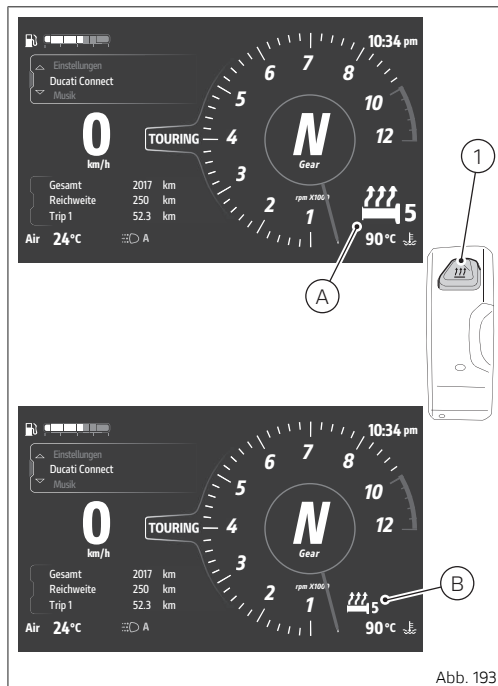

Abb. 193
Auf das Drücken der Taste (1, Abb. 193 S.216) öffnet sich die entsprechende Anzeige der Heizstufen der Lenkergriffe (I) und der Fahrersitzbank (J). Beim Öffnen dieser Anzeige ist die Angabe für die Wahl der Stufe der
- Zum Aktivieren der spezifischen Anzeige die Taste (1, Abb. 193 S.216) drücken.
Wurden sowohl die beheizten Lenkergriffe als auch die beheizte Fahrersitzbank installiert, reicht ein längeres Drücken der Taste (1, Abb. 193 S.216) aus, um die Heizung mit den beim letzten Fahreinsatz vorgenommenen Einstellungen ein-/ auszuschalten.
- Die Markierung der Heizstufen nun über den Joystick ► auf die Angabe der Heizung der Fahrersitzbank (J) setzen.